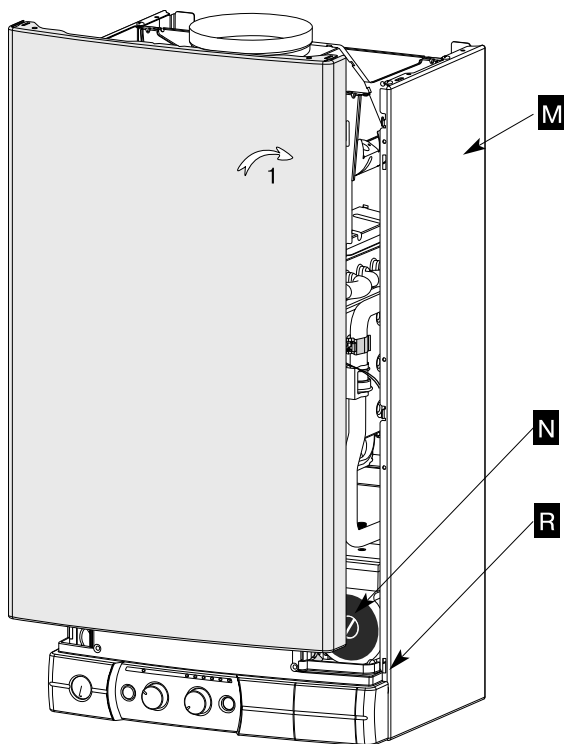

Рис. 14
- приложите переднюю панель к котлу (рис. 14);